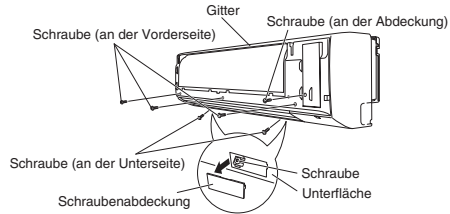

Abb. 3-83
- (3) Die drei Schrauben an der Vorderseite der Einheit herausdrehen und die Schraubenabdeckungen an der Unterfläche entfernen. (Abb. 3-83)
- (4) Die Schraube an der rechten Abdeckplatte entfernen und die Abdeckung entfernen. (Abb. 3-83)